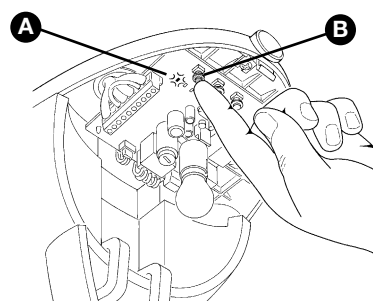

Figura 71
- 1** Premere il tasto P1 (Figura 71) sulla centrale un numero di volte pari al comando desiderato, secondo la seguente tabella:
1 Premere e tenere premuto il tasto P1 [B] (Figura 71) sulla centrale.